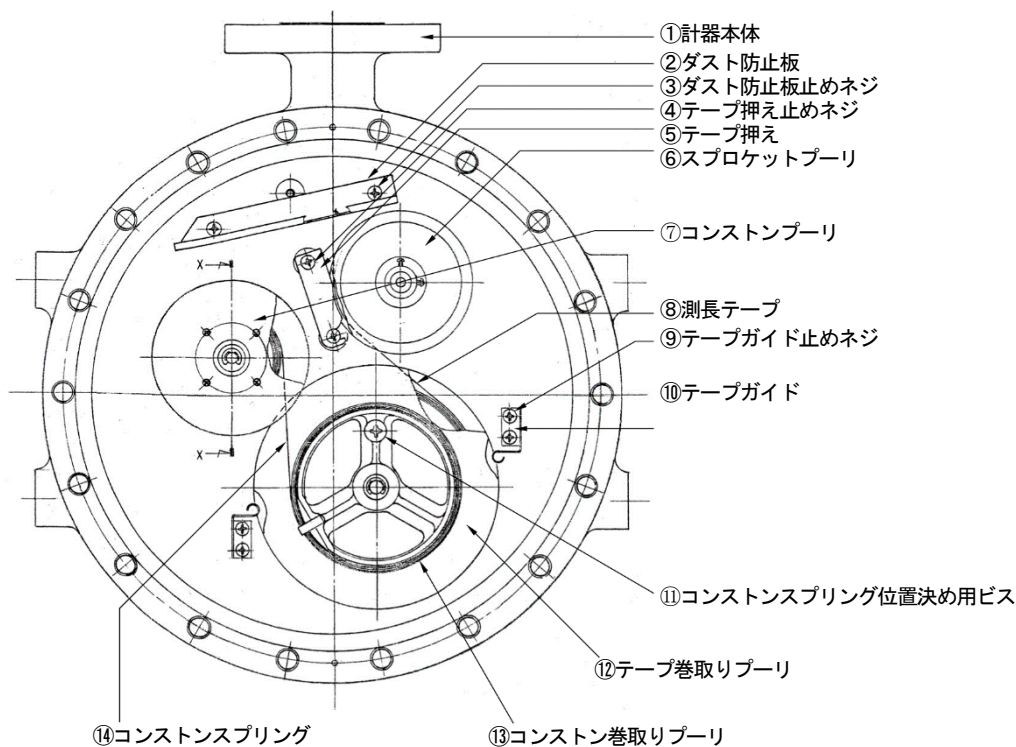

図 31. 本体の内観
■ 計器本体の裏蓋を開放します。(図 31、図 32 参照)